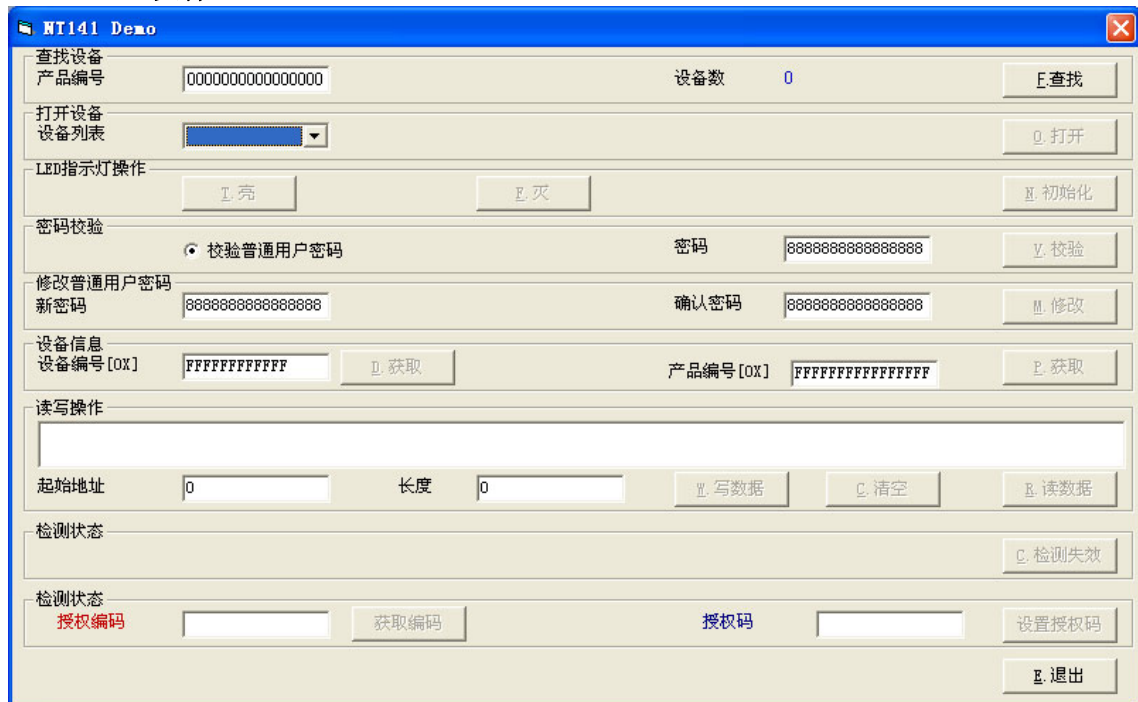

图 7.25 NT141_DEMO.exe 正确运行
11. 将NT141_DEMO.exe复制到D:\下，然后双击运行它，如果插入有合法的加密锁，NT141_DEMO.exe即可正确运行，如图 7.25 所示。